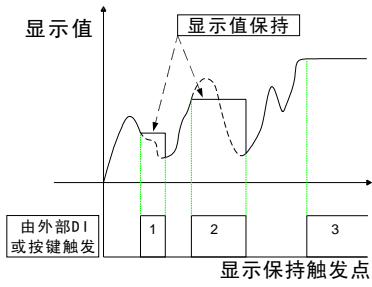

图 11
3.高【3HHLd】/低【4LHLd】值报警保持输出方式在此种模式下，继电器动作后需要按键控制、外部开关量控制或通讯控制后其接点方能复归（图 11）。
1.显示值保持【dShd】，当外部开关量输入设定为显示保持功能，当外部接点闭合时，显示值将保持在当前值，不再跟随输入信号的变化而变化，直到开关量输入回复到断开状态，仪表才重新更新显示（图 11）。
始闪烁，提示当前为显示保持状态，再次按 **▲** 键退出保持显示状态，显示实时测量值（图 11）。